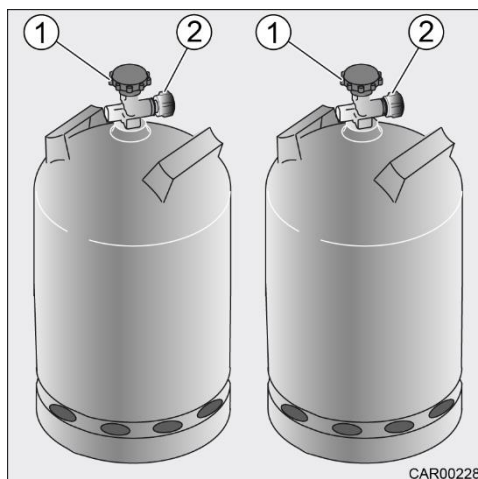
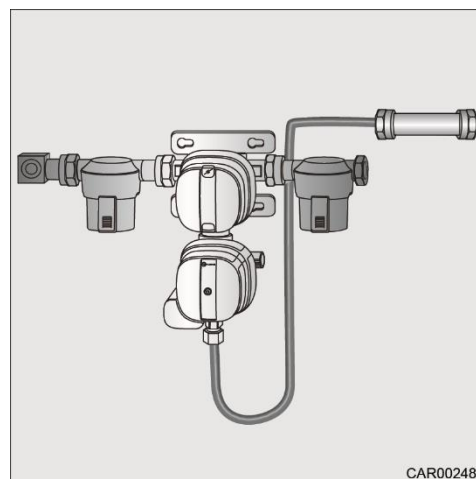

Fig. 124 Bouteilles à gaz
Fig. 125 Régulateur de gaz
2. Fermer la vanne de sectionnement principale (Fig. 124/1) sur la bouteille à gaz (respecter le sens des flèches).
3. Desserrer l'écrou moleté (Fig. 124/2) (filet à gauche).
7. Placer le flexible à gaz relié au régulateur de gaz (Fig. 125) sur la bouteille de gaz et serrer à fond l'écrou moleté (Fig. 124/2) à la main (filet à gauche).